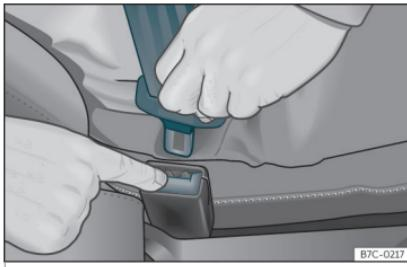

Fig. 14 Soltar la lengüeta del cierre del cinturón.
- Presione la tecla roja en el cierre »» **fig. 14**. La lengüeta saltará del cierre.